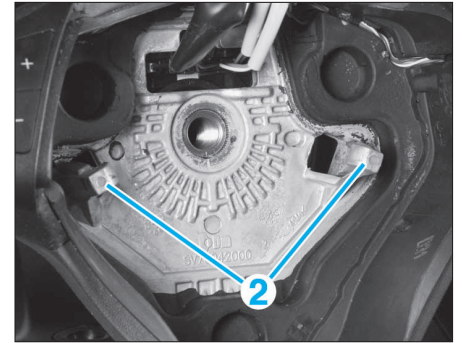
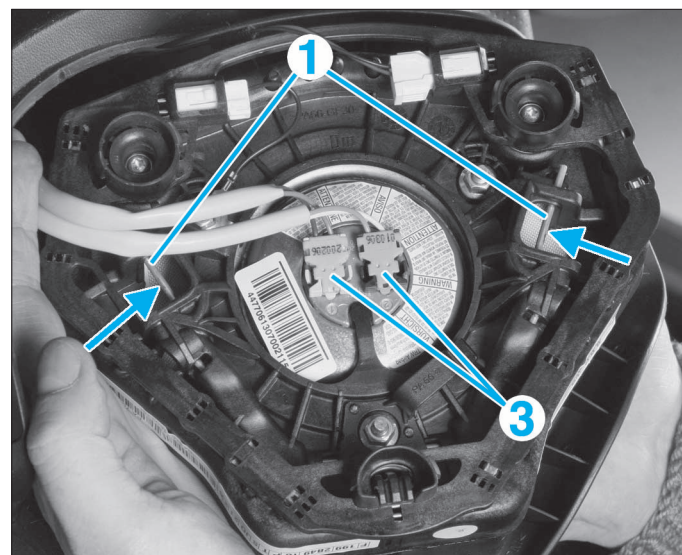

FIG. 3
FIG. 4
- Repousser les ressorts (1) (Fig.4) de chaque côté avec les outils afin de dégager les airbags des crochets de fixation (2) (Fig.3).
- Débrancher les 2 connecteurs (3) (Fig.4).